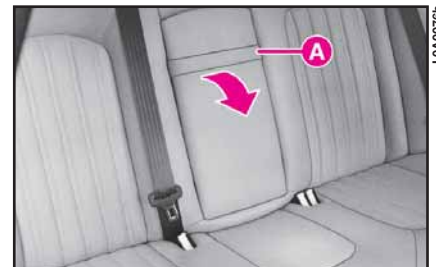

fig. 204
**1)** por el asiento posterior, baje el apoyabrazos usando la manilla A (fig. 204);